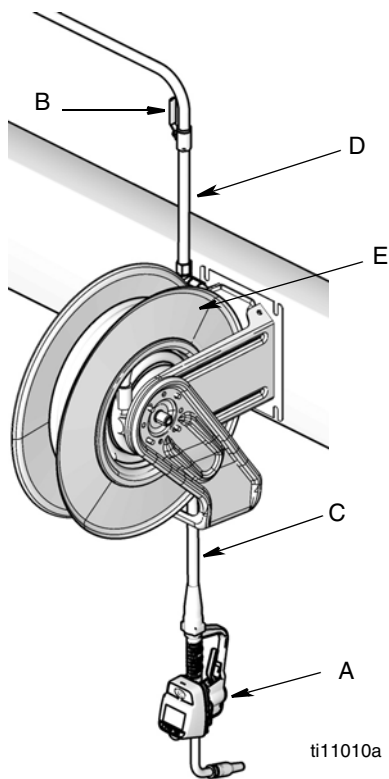

FIG. 1
Instalaciones típicas (FIG. 1)
La instalación típica que se muestra en FIG. 1 es sólo una guía. No es un diseño del sistema completo. Póngase en contacto con su distribuidor de Graco si desea obtener ayuda para planificar un sistema adecuado a sus necesidades.
2. Cierre la válvula de retención (B, FIG. 1).
1. Cierre la válvula de retención de fluido (B, FIG. 1, página 8) en cada posición de dispensado.
4. Abra lentamente la válvula de cierre (B) en la posición de dispensado. Descargue una cantidad suficiente de aceite para garantizar que todo el sistema está limpio; a continuación cierre la válvula.